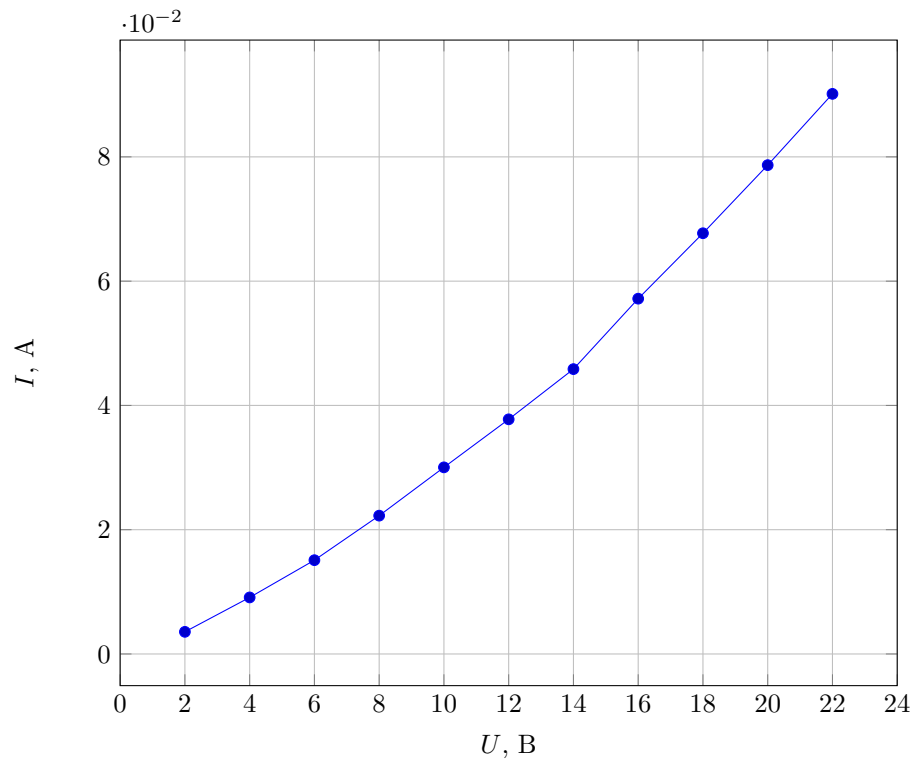

Рис. 1: ВАХ диода
1. Снята воль-амперная характеристика диода (рис. 1).